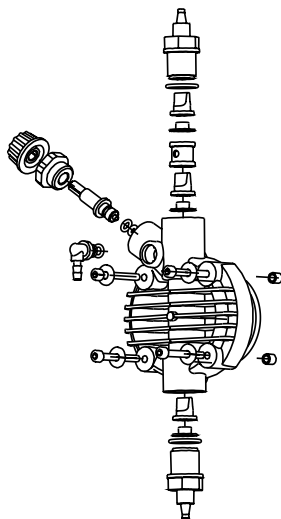

Fig. 10
- 3) Eliminer le liquide à l'intérieur de la tête de la pompe, notamment en la démontant (retirer les 4 vis) (fig. 10). Puis remonter la tête.
Pour effectuer cette opération, si l'appareil n'est pas fixé à l'installation, le faire pulser la pompe pendant quelques secondes (15/30) en la tenant la tête en bas et sans les tubes reliés aux raccords, si ce n'est pas possible, démonter et remonter la tête de la pompe (fig. 10), par les quatre vis de fixation.
Etant donné la robustesse du système, de véritables pannes mécaniques ne se produisent pas. Parfois il peut se produire des fuites de liquide au niveau d'un raccord du fait d'un écrou fixation du tube desserré ou plus simplement à cause de la rupture du tube de refoulement. Il est rare que d'éventuelles fuites puissent se produire par la rupture de la membrane ou par l'usure du joint torique de la membrane. Dans ce cas, ces éléments doivent être remplacés en démontant les quatre vis de la tête de la pompe (fig. 10). En les remontant, les serrer de manière uniforme sans omettre de replacer les joints de vis. Une fois la fuite éliminée, nettoyer la pompe doseuse d'éventuels résidus de réactif qui, s'ils stagnaient, pourraient provoquer une détérioration du boîtier de la pompe.
- a. Démontez les clapets d'aspiration et refoulement, les nettoyez et les remontez dans la même position (fig. 10). Dans le cas où l'on remarquerait un gonflement du clapet, vérifiez la compatibilité chimique du réactif avec le matériau du clapet (Viton® en standard ; sur demande silicone, EPDM et nitrile, clapet à bille verre ou inox, clapet K).